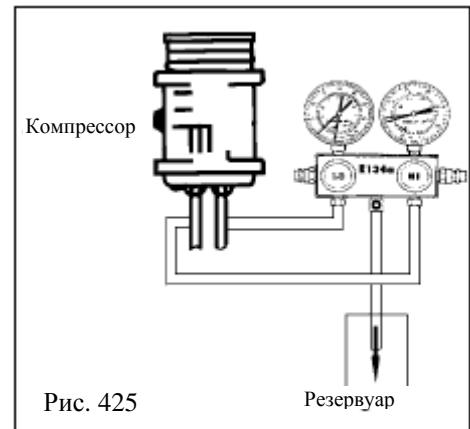

Рис. 425
(1) Прежде всего подсоедините магистраль так, как показано на рисунке(рис.425). Затем, установите в системе кондиционирования режим максимального охлаждения, установите скорость вращения двигателя на 1000-2000 об/мин и дайте ему проработать 5 минут. Заставьте хладагент циркулировать и соберите как можно больше масла в компрессоре.